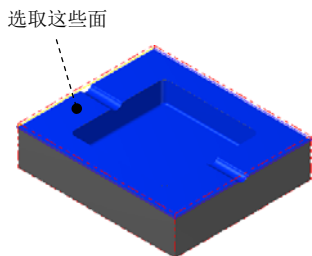

图 11.12 选取加工面
(1) 选取加工面。在图形区中选取图 11.12 所示的面（共 41 个面），然后按 Enter 键，系统弹出“刀具路径的曲面选取”对话框。